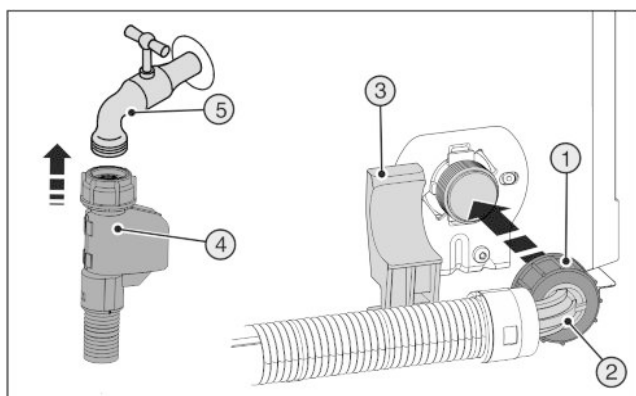

Fig. 20
- ▶ Racordați capătul drept al furtunului Fig. 20 (4) la robinetul de închidere Fig. 20 (5).